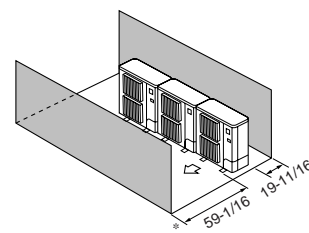

Fig. 2-11
- ④ Obstacles uniquement à l'avant et à l'arrière (Fig. 2-11)